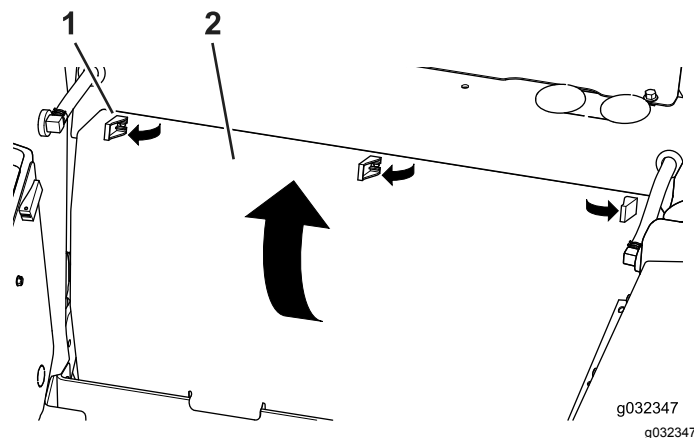

Figura 3
2. Abra los 3 cierres de expansión y retire el panel trasero (Figura 3).